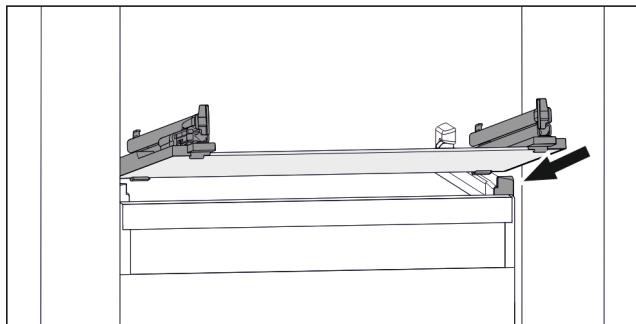

Fig. 130 Representación de la placa de vidrio a modo de ejemplo
- ▶ Coloque la placa de vidrio inclinada detrás de los topes. (consulte Fig. 130)